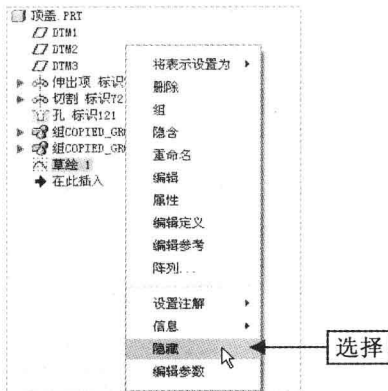

图 7-19 选择“隐藏”命令
Step 02 在模型树中选择“草绘 1”选项，单击鼠标右键，在弹出的快捷菜单中选择“隐藏”命令，如图 7-19 所示。